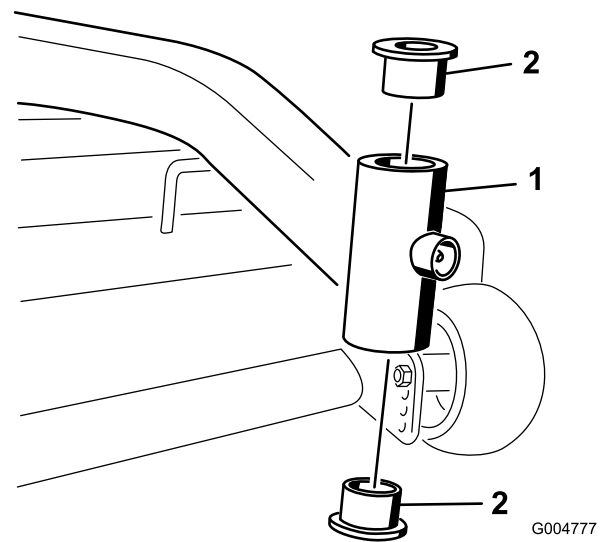

Bild 38
4. Stecken Sie einen Stift in das Befestigungsrohr und treiben die Büchsen vorsichtig heraus (Bild 38). Reinigen Sie die Innenseite des Befestigungsrohrs.